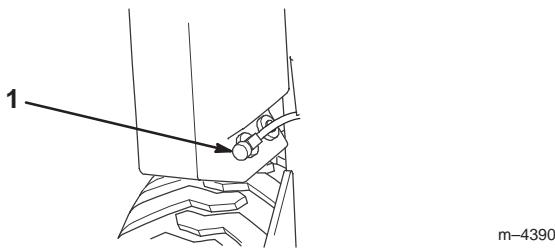

Bild 32
2. Schließen Sie den Kraftstoffhahn auf dem Boden des Kraftstofftanks (Bild 32).
8. Öffnen Sie den Kraftstoffhahn auf dem Boden des Kraftstofftanks (Bild 32).
3. Schließen Sie den Kraftstoffhahn auf dem Boden des Kraftstofftanks (Bild 32).